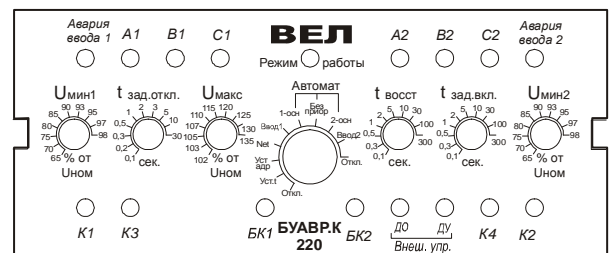

Рис. 2 Расположение органов управления и индикации БУАВР.К
- 4.5. Расположение органов управления и индикации БУАВР приведено на рис. 2.
- 4.6. Переключение режимов работы производится с помощью 10-позиционного переключателя, находящегося на передней панели, рис.2. Для удобства контроля режимов работы БУАВР при запуске и эксплуатации, предусмотрена светодиодная индикация режимов работы с помощью многоцветного светодиода «Режим работы», рис.2. Описание режимов работы БУАВР и соответствие индикации приведены в таблице 1.
О наличии аварии (замыкании входа «БК1» («БК2») на контакт «Общий») сигнализирует загорание индикатора «БК1» («БК2» соответственно), рис.2. Повторное включение «аварийного» ввода возможно только после снятия блокировки (размыкания контактов максимальной токовой защиты).
4.13.3. Дискретный вход «ДО» работает только в режиме «Дистанционное управление» и используется для дистанционного отключения вводов 1 и 2. При замыкании входа на контакт «Общий», реле К1 и К2 отключаются, а реле К3 и К4 включаются. О состоянии входа «ДО» сигнализирует индикатор «ДО», рис.2.
- при замыкании входа на контакт «Общий», ввод 1 отключается, реле К1 отключается (реле К3 включается) и с задержкой включения  $t_{зад.вкл.}$  подключается ввод2, включается реле К2 (отключается реле К4). О состоянии входа «Ввод 1/2» сигнализируют индикаторы «К1» и «К2», рис.2;